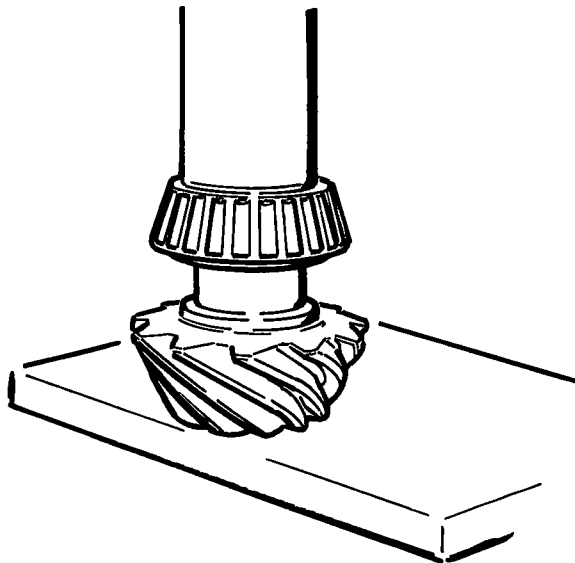

Fig. 3
- Pers de achterste conus van het rollager (13) op de as, totdat hij geheel tegen de borst van de pignon aanligt (fig. 3).